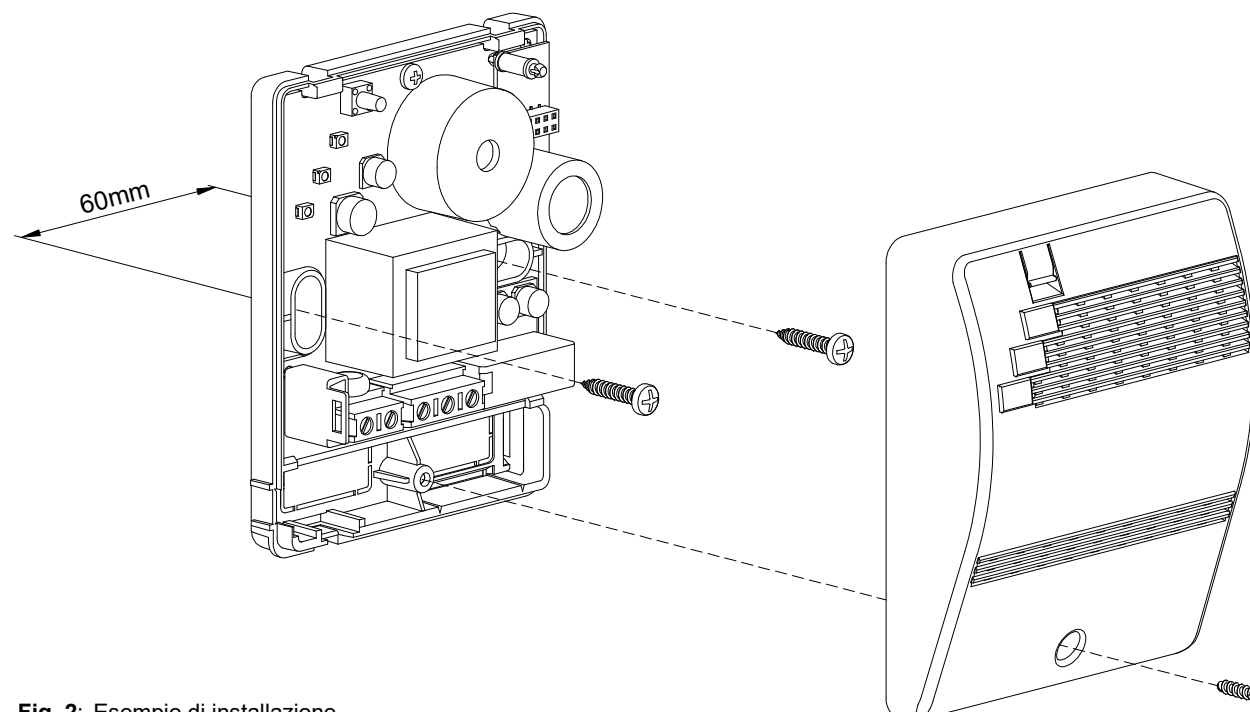

Fig. 2: Esempio di installazione.
3. Rimuovere la calotta come indicato in Fig. 2: